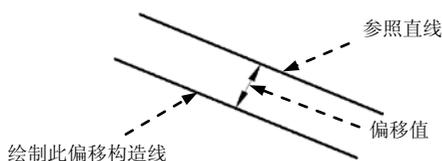
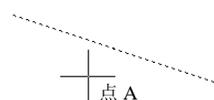

图 2.1.17 绘制“偏移”构造线
图 2.1.19 指定偏移方向
偏移构造线是指与指定直线平行的构造线。下面以图 2.1.17 为例,说明绘制偏移构造线的一般操作步骤。
(1) 在命令行中输入偏移值 150,按 Enter 键确认。
(2) 在命令行**选择直线对象**:的提示下,选取参照直线。
(3) 在命令行**指定向哪侧偏移**:的提示下,选取参照直线下方的某一点——点 A 以指定偏移方向,如图 2.1.19 所示。此时系统便绘制出图 2.1.17 所示的偏移构造线。
(4) 按 Enter 键结束命令。